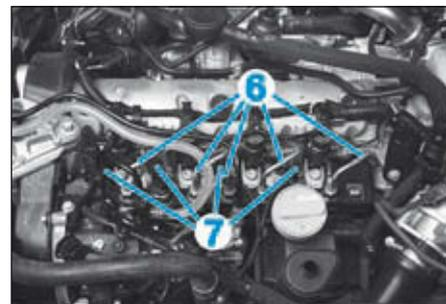

FIG.35
- Déposer les canalisations haute pression (6) (Fig.35).
- Débrancher les connecteurs (7) des bougies de préchauffage.